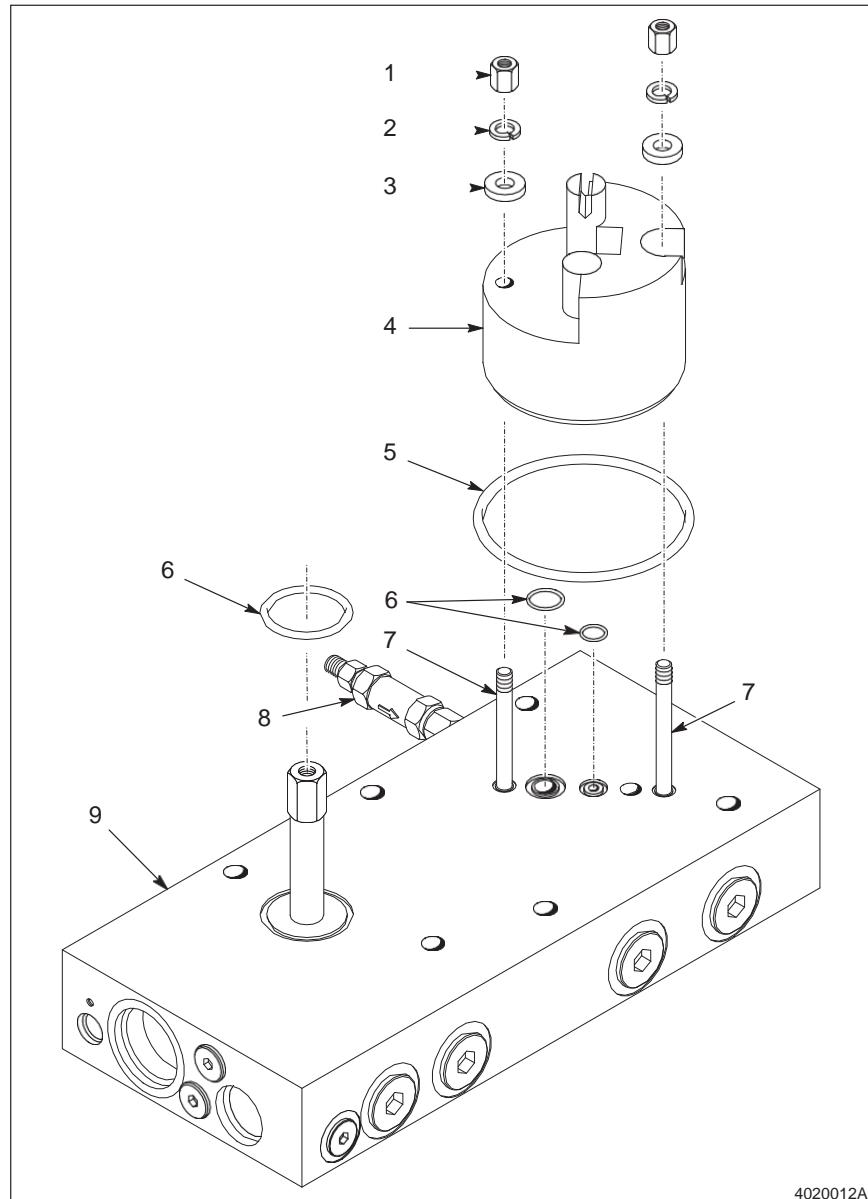
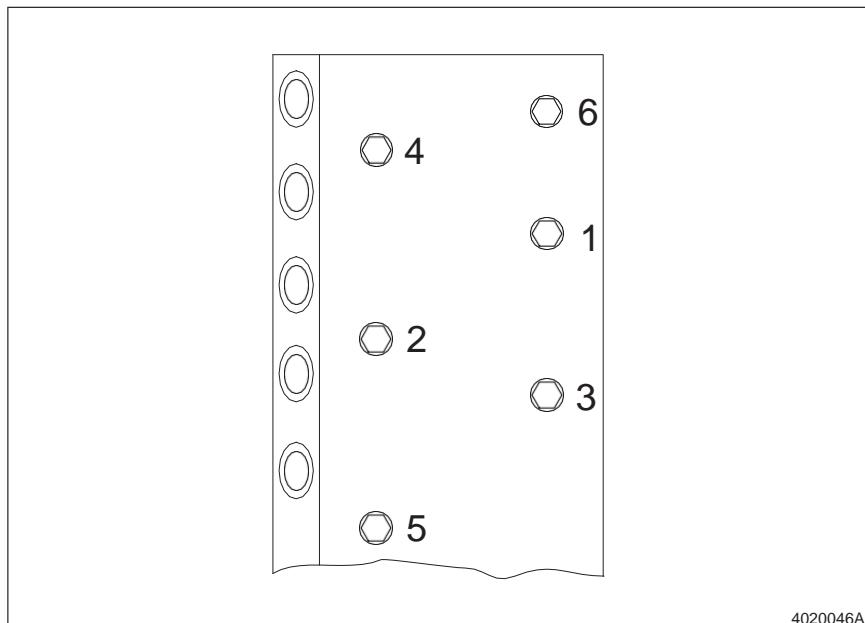

Fig. C 1-2 Substituição do Anel O da Bomba
Fig. C 1-3 Sequência Correta para Apertar os Parafusos do Coletor
6. Ver a Figura C 1-2. Desconectar a linha de gás da válvula de retenção da pressão do gás (8).
8. Apoiar o bloco do coletor (9) do fundo e remover os seis parafusos de cabeça sextavada do fundo do coletor. Remover o coletor do processador.
2. Ver a Figura C 1-2. Remover as duas porcas sextavadas (1) e as arruelas (2, 3) que seguram a bomba (4) no bloco coletor (9). Remover a bomba do coletor.
3. Remover o anel O da bomba (5) da bomba.
1. Ver a Figura C 1-2. Instalar o três novos anéis O do coletor (6).
2. Manter a bomba (4) no coletor (9) usando as porcas sextavadas (1) e as arruelas (2, 3). Apertar as porcas sextavadas em 16,25 N•m (12 pés-lb).
3. Instalar o anel O da bomba (5) na bomba. Desenrolar o anel O em toda a base da bomba.
- c. Ver a Figura C 1-3. Apertar o parafusos em 5,4-6,8 N•m (4-5 pés-lb) na sequência mostrada.
3. Ver a Figura C 1-3.
Inserir as arruelas e parafusos do coletor na parte inferior do coletor e apertar apenas com as mãos. Apertar os parafusos em 5,4-6,8 N•m (4-5 pés-lb) na sequência mostrada na Figura C 1-3.